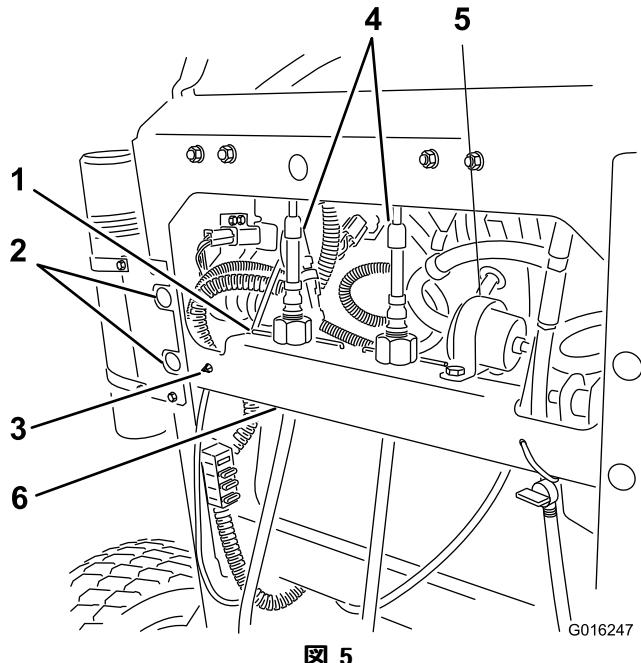

図 5
1. トランクリング用の調整ナットを保持しているワイヤスプリングを外す（図 5）。
3. クロスブラケットからケーブルを抜き出す（図 5 と 図 12）。
6. 大きい R クランプを外し、この R からフィルタを取り外す（図 5）。
7. クロスブラケットの左側に、コンジットクリップを手でひねりながら通す（図 5）。
8. 機体からクロスブラケットを取り外す（ボルト4本を外す必要がある）。クロスブラケットとボルト類は保管しておくこと（図 5）。